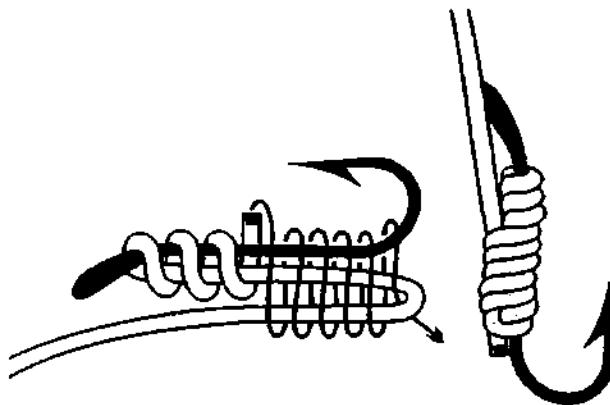

Рис. 747. *Ступенчатый узел*.
*Ступенчатый узел* – это удавка, с дополнительными вверху шлагами вокруг цевья, которые не обносят коренной конец лески (рис. 747). *Ступенчатый узел* вяжется на более крупных крючках.